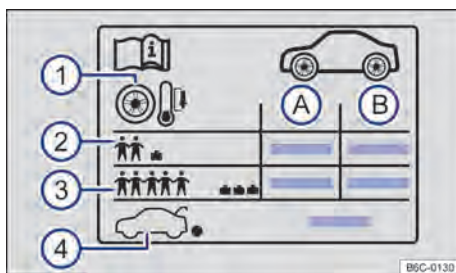

Fig. 213 Etiqueta com as pressões dos pneus.
→ Fig. 213:
- Adequar a pressão dos pneus sempre à condição de carga do veículo → Fig. 213 ③.